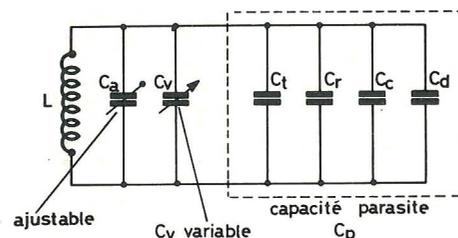

Figure 1
Des quatre capacités composant la capacité parasite C_p [voir formule (4)] sont calculables ou données par une documentation, la capacité introduite par le transistor C_t et la capacité répartie de la bobine C_r . Celles de câblage et autres, C_c et C_d doivent être estimées ce qui n'est pas trop difficile car on verra plus loin que même une estimation très approximative peut conduire à de bons résultats (voir figure 1).